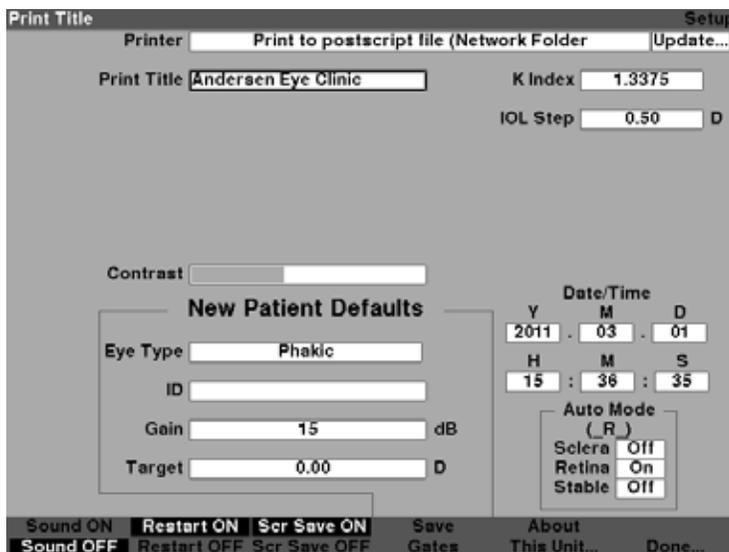

Figura 5-37 Título para impressão adicionado
4. Pressione o botão giratório ou o botão \surd para salvar o título para impressão e desativar o campo conforme mostrado na Figura 5-37.